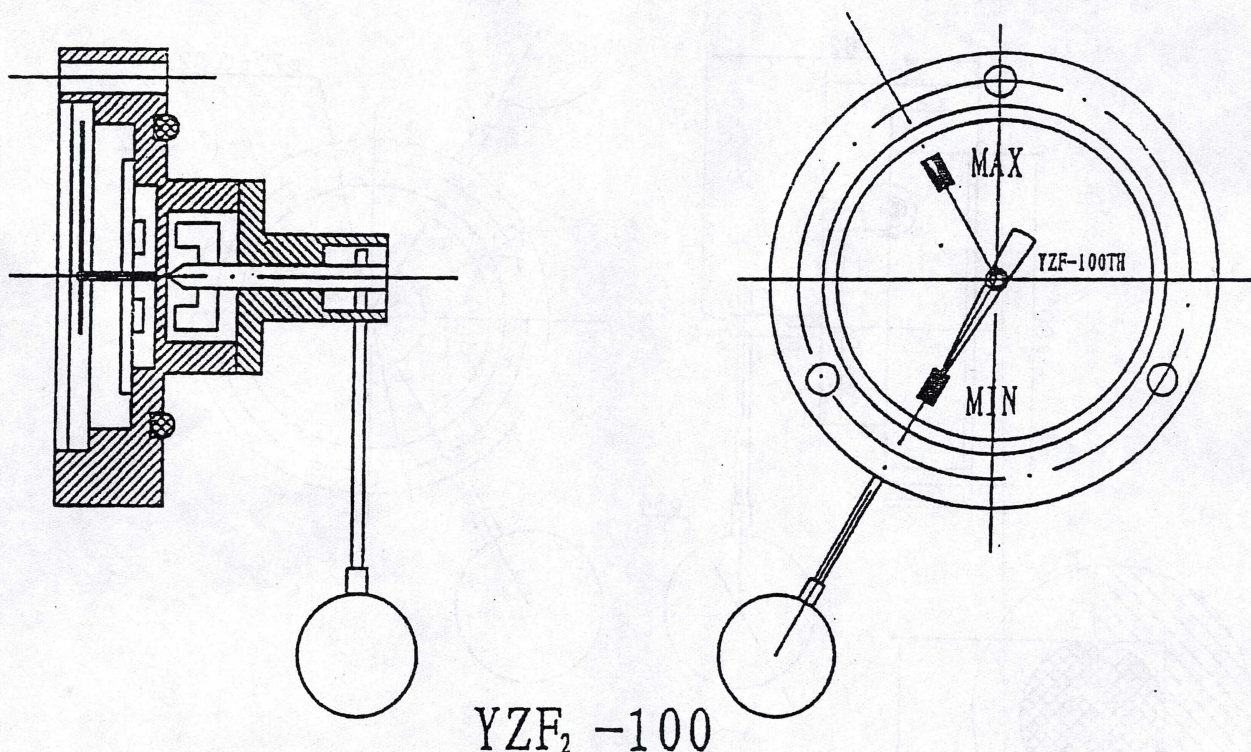

图 11 YZF-100TH 型油位计外形及安装尺寸
a. 油位计安装尺寸见图 11
a. the installation dimensions of the leveller see fig. 11